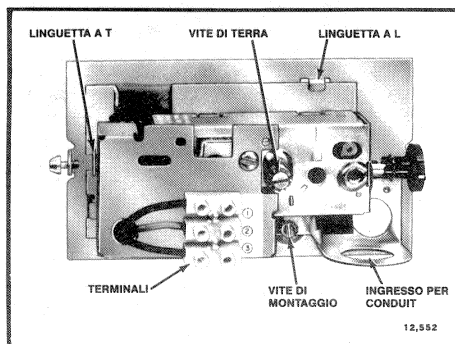

FIG. 2--VISTA INTERNA DELL'UMIDOSTATO.
4. Ricollocare lo strumento sulla bassetta servendosi delle apposite linguette come guide e serrare la vite di montaggio (fare riferimento a fig. 2).
Inserire i conduttori attraverso il foro praticato nella basetta posteriore o attraverso il conduit laterale (fare riferimento alla Fig. 2). Se questi non viene impiegato, chiuderlo con l'apposito tappo.